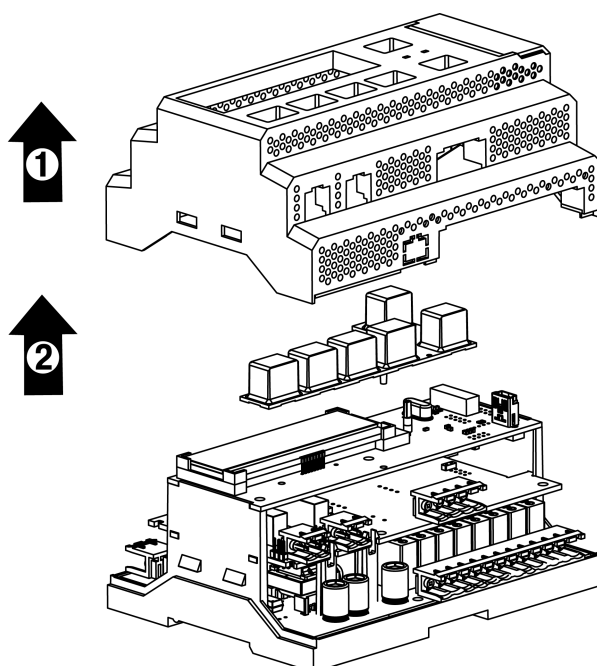

Рисунок 8.2 – Схема розбирання ПР200. Відокремлення верхньої кришки і клавіатури
4. Зняти кришку (див. рисунок 8.2, стрілка 1). Прибрати клавіатуру (стрілка 2).